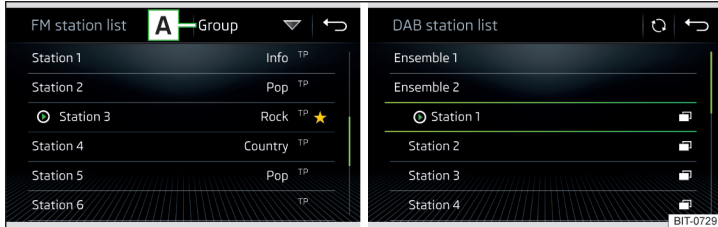

Abb. 188 Beispiel der Liste verfügbarer FM/DAB-Sender
- Zur **Sortierung** (FM) der Sender in alphabetischer Reihenfolge, laut Gruppe oder Genre, die Funktionsfläche [A] » Abb. 188 antippen » !.
- Zur **Filterung** der Sender nach dem Programmtyp (bspw. Kultur, Musik, Sport u. Ä.) in der FM-Senderliste (bei eingeschalteter RDS-Funktion) und der DAB-Senderliste (bei gewählter alphabetischer Sortierung der Senderliste) die Funktionsfläche [A] » Abb. 188 antippen.
- Zur **manuellen** Aktualisierung die Funktionsfläche ☰ » Abb. 188 antippen.